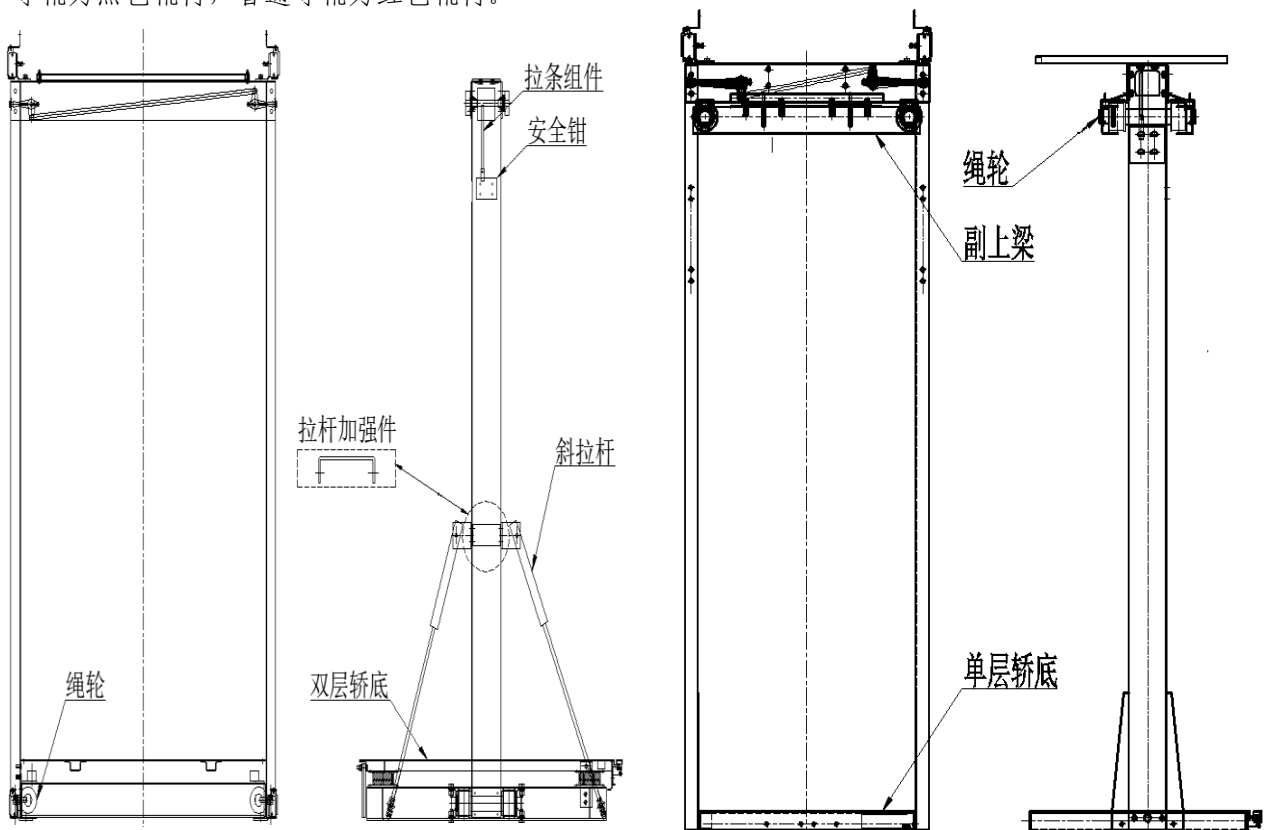
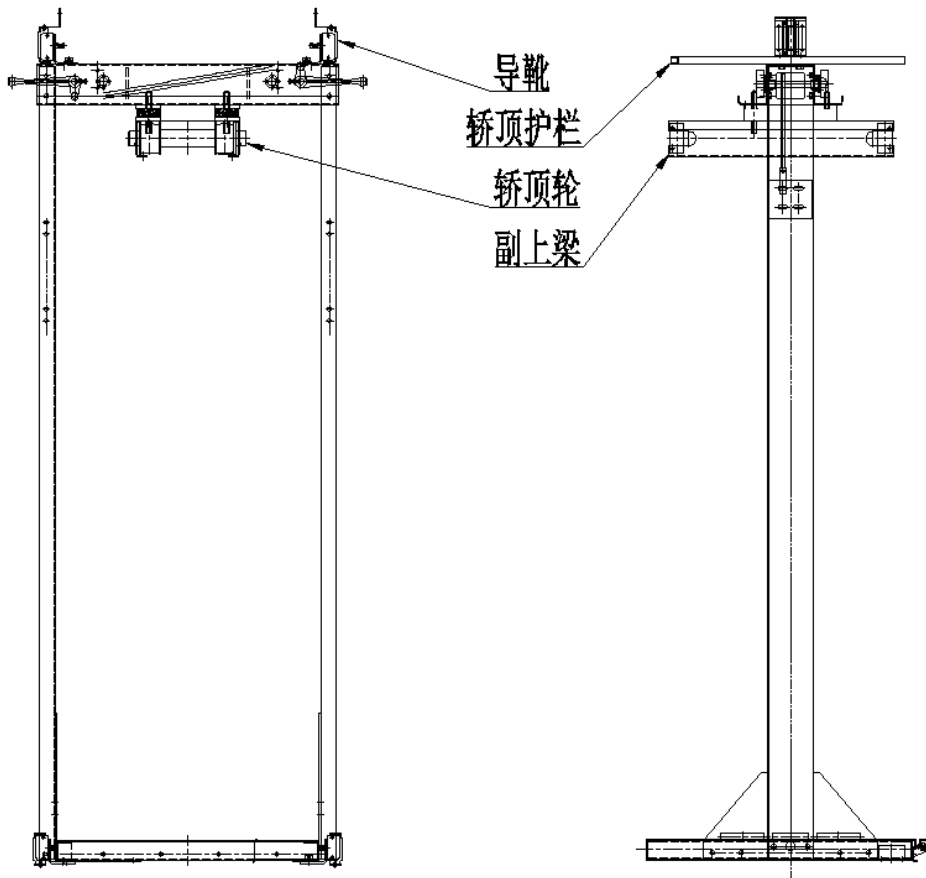

图 7-3 两种对重侧置轿架示意图
图 7-4 对重后置轿架示意图
7.4 用手拉葫芦将上梁吊起，与两侧立柱连接。检查轿架的对角线，对角线的误差小于 2mm。最后紧固轿架所有连接件。见图 7-3，如果电梯结构为对重后置时，还需保证副上梁安装好之后，左右的水平度误差不大于 0.5mm，见图 7-4，